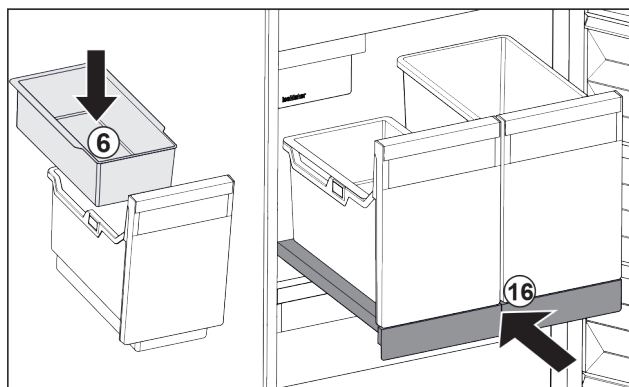

Fig. 96
- ▶ Umetnite ovjesnu posudu Fig. 96 (6) za kockice leda.
- ▶ Gurnite izvlačnu ploču sa spremnikom (IceTower). Fig. 96 (16)